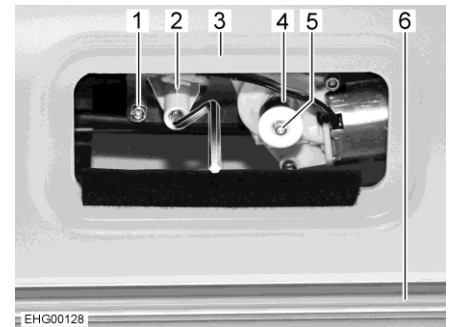

Bild 34 Åtkomst till motorn
- Ta bort den avtagbara panelen ovanför vindrutans beklädnad (Bild 34,3). Motorn (Bild 34,1) är åtkomlig.
- Avlägsna plaströret (Bild 34,4).
- Tryck på den vita låsknappen (Bild 34,5) och håll den intryckt.
- Sätt veven i vevhållaren (Bild 34,2).
- För plisségardinen (Bild 34,6) upp eller ner med veven.
- När båda listerna har rört sig utanför synfältet: Dra ut låsknappen (Bild 34,5) igen.